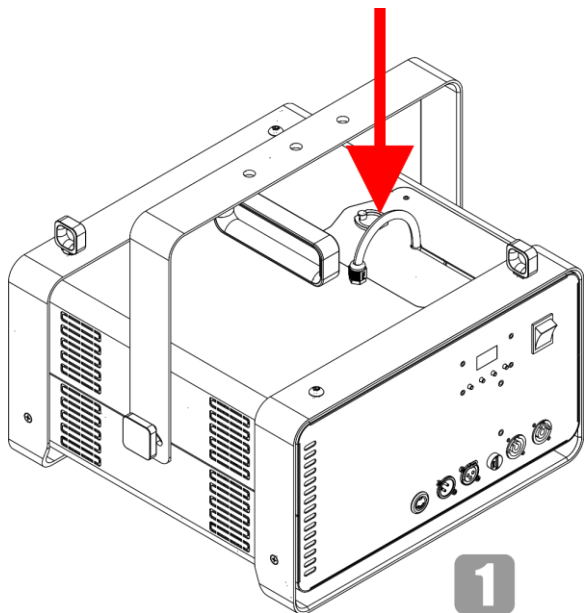

Fig. 21
- 01) Levante la anilla pequeña situada en la parte superior del dispositivo para abrir la tapa de servicio como se muestra en la Fig. 21.